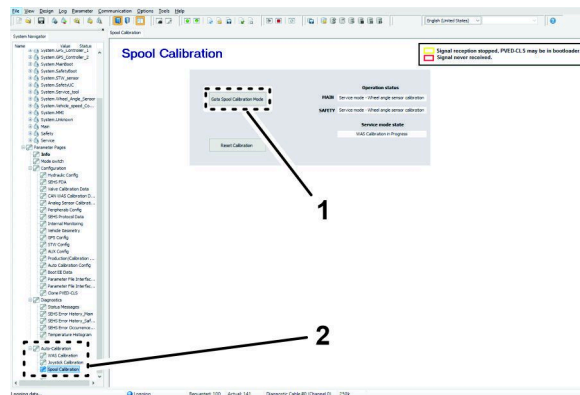

Figure 152
2. Sur votre ordinateur portable, cliquez sur l'icône ÉTALONNAGE DE LA BOBINE (Figure 152).
3. Sur la page d'étalonnage de la bobine, cliquez sur l'icône GOTO MODE ÉTALONNAGE DE LA BOBINE (Figure 152).